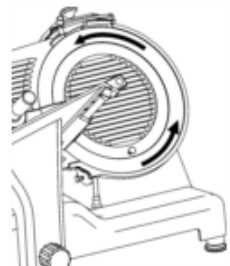

Abb. 16
- Überprüfen Sie die Drehrichtung des Messers, indem Sie die weiße Einschalttaste „**ON**“ (I) des Geräteschalters (13) drücken und gleich darauf die schwarze Stopp-Taste „**OFF**“ (O) drücken und das Gerät ausschalten.
- Von der Messerabdeckung aus gesehen muss sich das Messer gegen den Uhrzeigersinn drehen (Abb. 16).